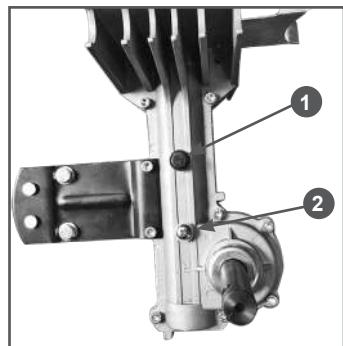

Рис. 22. Замена масла в корпусе редуктора
4. Очистите корпус редуктора вокруг пробок заливного 1 и контрольного 2 отверстий (Рис. 22).
5. Открутите пробку 1 заливного отверстия и пробку 2 отверстия для контроля уровня масла в корпусе редуктора (Рис. 22).
8. С помощью специального шприца или масленки через заливное отверстие 1 заливайте в корпус редуктора масло до тех пор, пока оно не начнет вытекать из контрольного отверстия 2 (Рис. 22).
9. Закрутите на место пробки контрольного 2 и заливного 1 отверстий (Рис. 22).